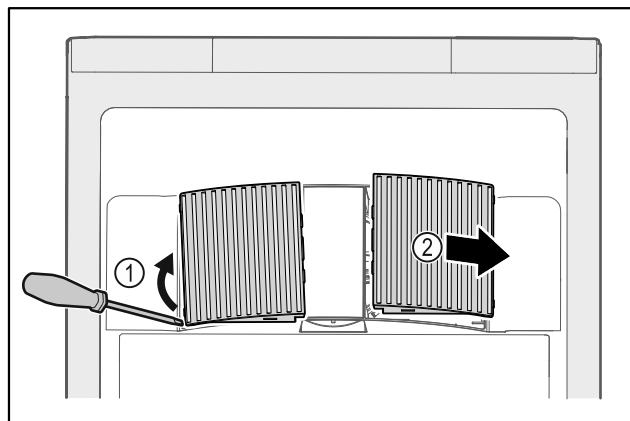

Fig. 34
- ▶ Z boku opatrně vytáhněte ventilátorové kryty Fig. 34 (1) a sejměte je směrem dopředu Fig. 34 (2).